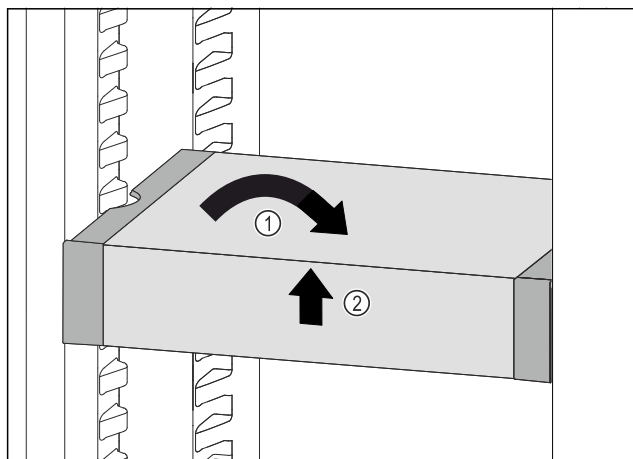

Fig. 100
- Aseta VarioSafe suoraan. Fig. 100 (1)
- Nosta VarioSafe-vetolaatikkoa edestä. Fig. 100 (2)